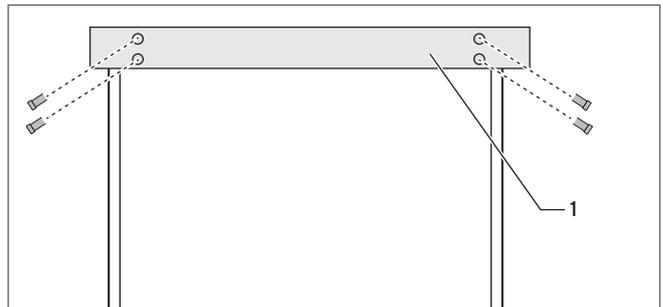

Fig. 4.7 Exemple : fixation d'une barrette en tant que sécurité de transport
- Utilisez une barrette usuelle (1), p. ex. une volige ou un profilé métallique, avec des dimensions minimales de 24x48 mm.
- Fixez la barrette de sécurité au moyen de vis adaptées (voir fig. 4.7).